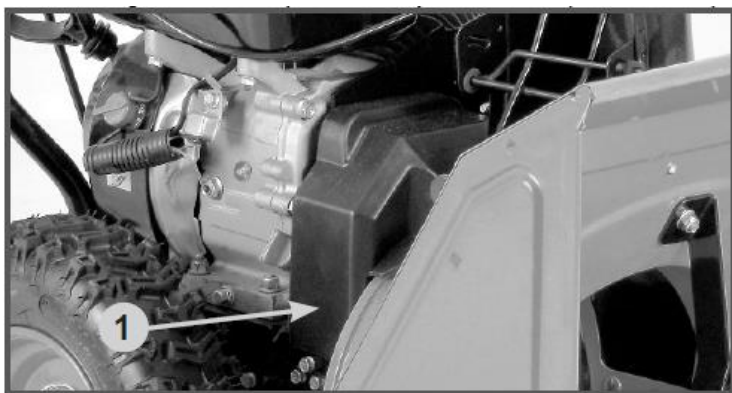

Рис. 14 Кожух защитный ремней
1. Открутите болты крепления и снимите кожух поз.1 защитный ремней (Рис. 14).